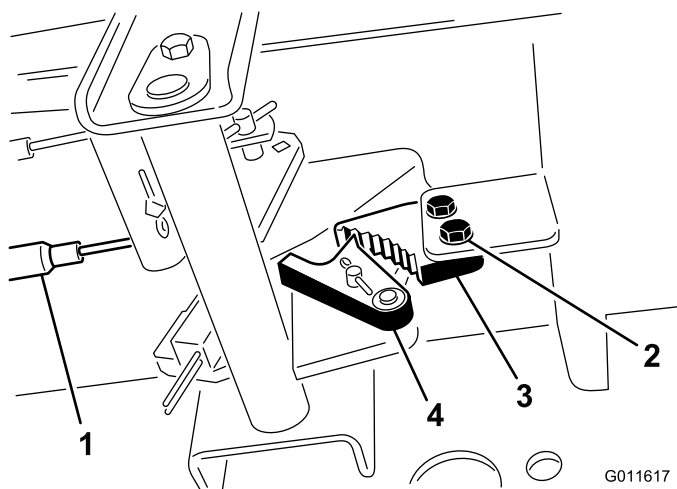

Figure 42
1. Desserrez les 2 vis qui fixent le cliquet du frein de stationnement au cadre (Figure 42).
2. Appuyez sur l'avant de la pédale du frein de stationnement jusqu'à ce que le verrou s'engage complètement sur le cliquet du frein (Figure 42).